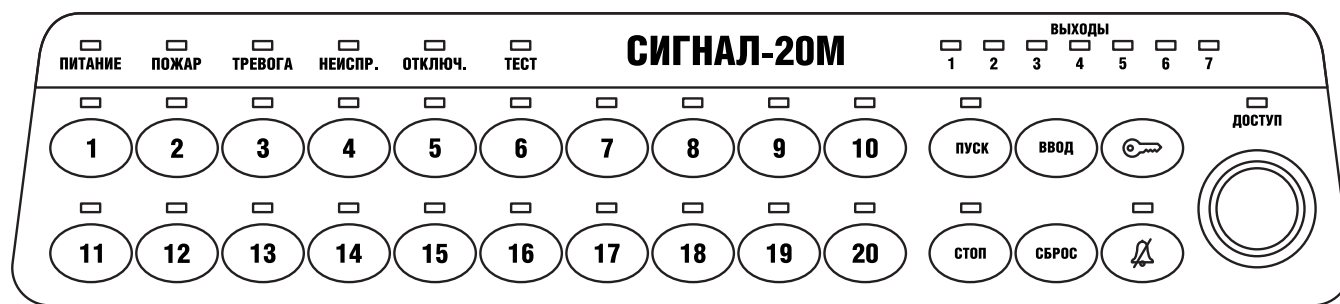

Рисунок.1.4.1. Внешний вид лицевой панели прибора.
1.4.1.4 На лицевой панели прибора размещены органы управления и индикации (см. Рисунок 1.4.1):